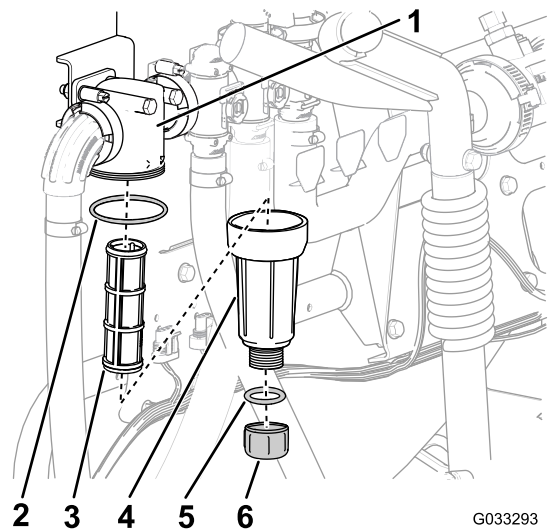

図 60
2. 圧力フィルタの下に受け容器をおく **図 60**。
3. 圧力フィッティングのドレンプラグを左に回して外す 図 60。
4. ボウルを左に回してフィルタヘッドから外す 図 60。
5. 古い圧力フィルタエレメントを外す 図 60。
6. ドレンプラグの O リングボウルの内側とボウルの O リングフィルタヘッドの内側に傷や破損がないか点検する 図 60。
7. 新しい圧力フィルタエレメントをフィルタヘッドに取り付ける 図 60。
8. フィルタヘッドにボウルを取り付けて手締めする 図 60。
9. ボウルにプラグを取り付けて手締めする 図 60。